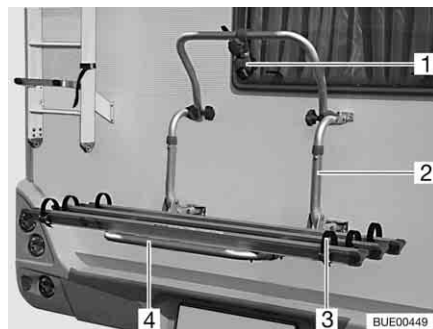

Fig. 4 Porte-vélos, non abaissable
Le porte-vélos (Fig. 4,2) permet de transporter aisément 2 vélos. Une extension à 3 vélos est possible.
- Rabattre l'arceau télescopique pivotant (Fig. 4,4) vers le bas.
- Placer les vélos et sangler avec la courroie Quick (Fig. 4,3).
- Fixer l'entretoise (Fig. 4,1) sur le cadre du vélo extérieur.